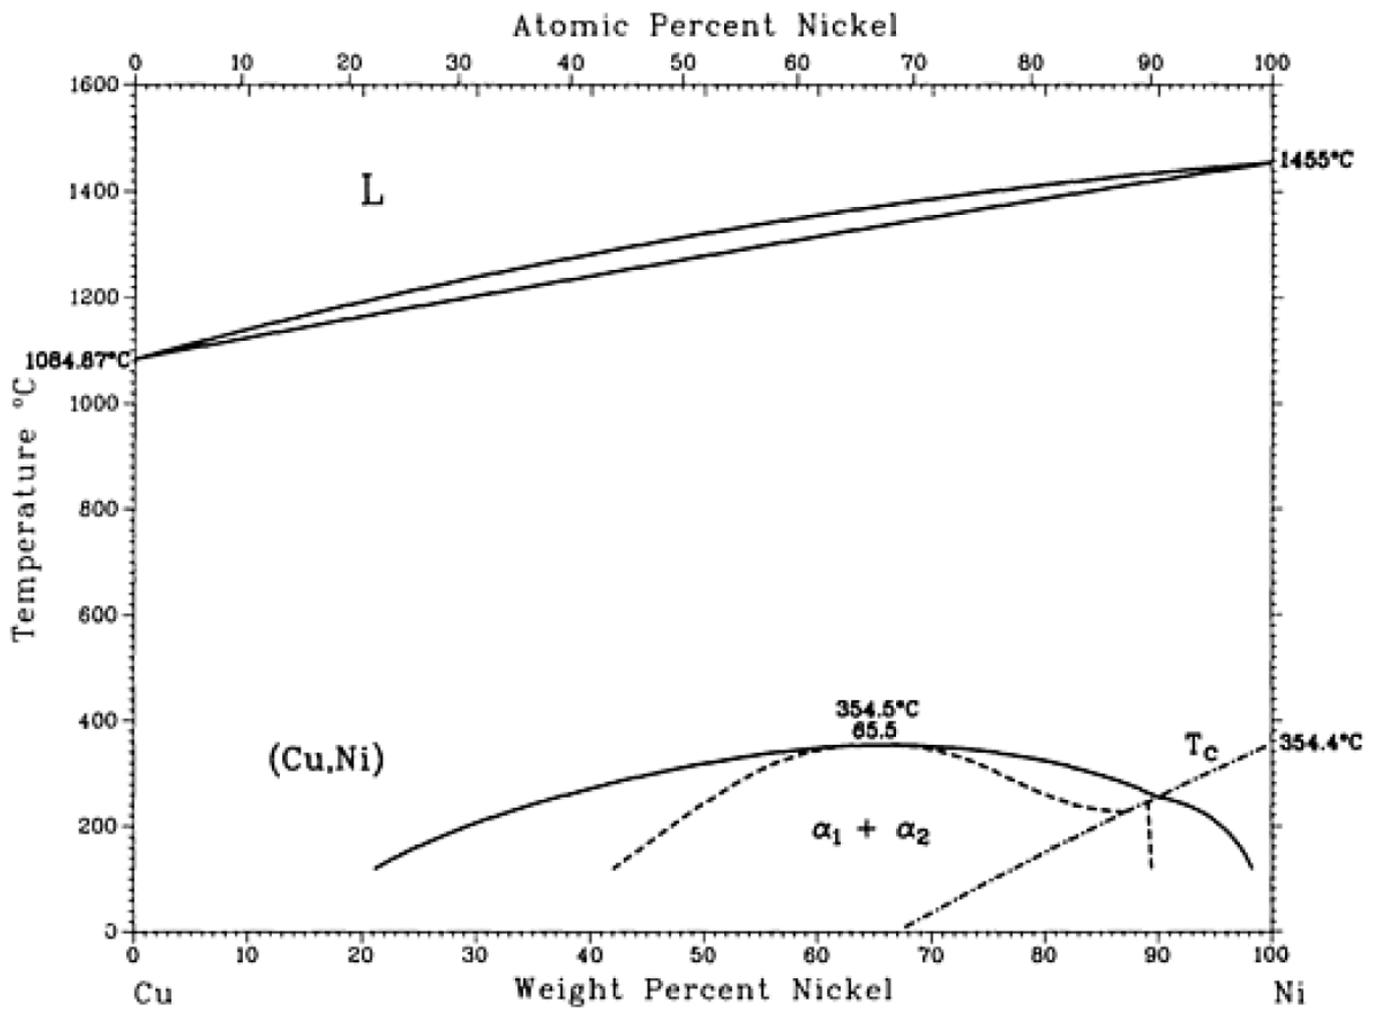

Figura 1 – Diagrama de fases do sistema Cu-Ni.
- 3) Considere o diagrama Cu-Ni dado na Figura 1. (a) Descreva o resfriamento em equilíbrio de uma liga de composição global 70Cu-30Ni (% atômica); (b) Descreva o aquecimento em equilíbrio de uma liga contendo 70Ni-30Cu (% atômica).
- 4) Ainda com relação ao diagrama Cu-Ni da Figura 1, determine para uma liga de composição global 50Cu-50Ni (% atômica): (a) as temperaturas liquidus e solidus; (b) o ponto de fusão; (c) a composição global de liga que a 1200°C e em condição de equilíbrio contenha 50% de fase sólida e 50% de fase líquida (em massa);